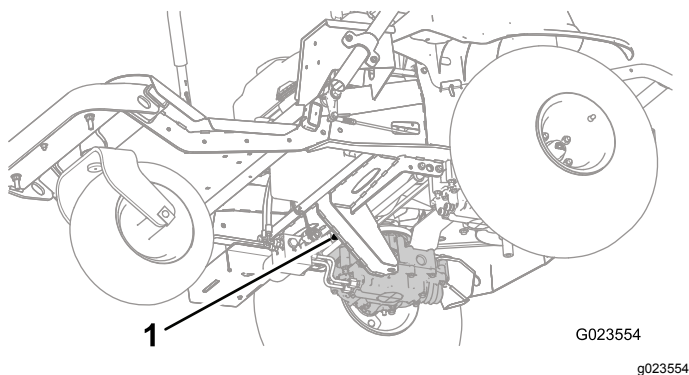
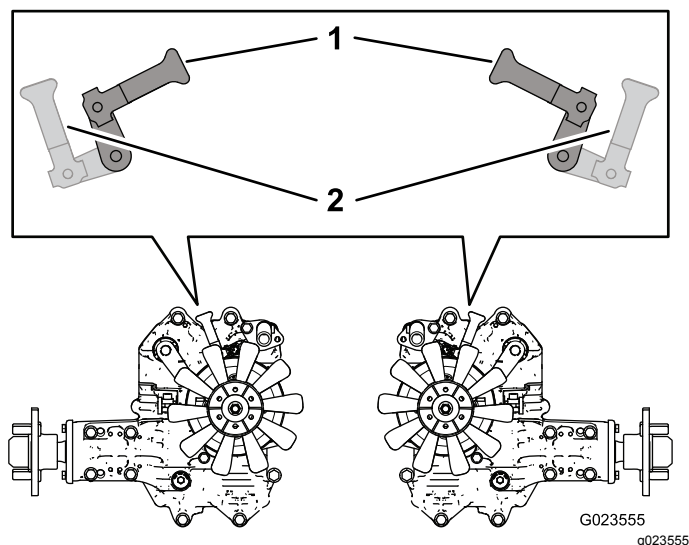

Figura 28
Figura 29
2. Desde debajo de la máquina, gire las palancas de las válvulas de desvío (Figura 27 y Figura 28) hacia dentro, orientadas hacia el centro de la máquina (Figura 29), y quite el freno de estacionamiento; consulte Uso del freno de estacionamiento (página 21).
3. Cuando haya terminado de empujar o remolcar la máquina, mueva las palancas de las válvulas de desvío hasta que estén orientados hacia la parte delantera de la máquina, para poder conducir la máquina (Figura 29).